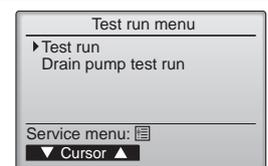

Fig. 7-2
- 2 У меню «Test run menu» (Тестовий прогін) виберіть пункт «Test run» (Тестовий прогін), а потім натисніть кнопку [ВИБРАТИ]. (Fig. 7-2)